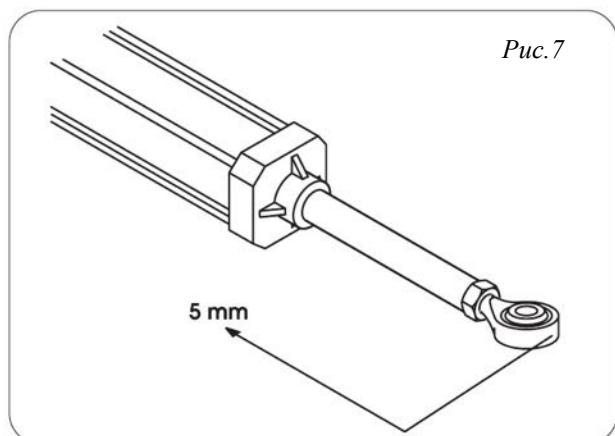

Рис.7
5) Вытащите шток до предела, а затем верните его назад на расстояние в 5мм (Рис.7)